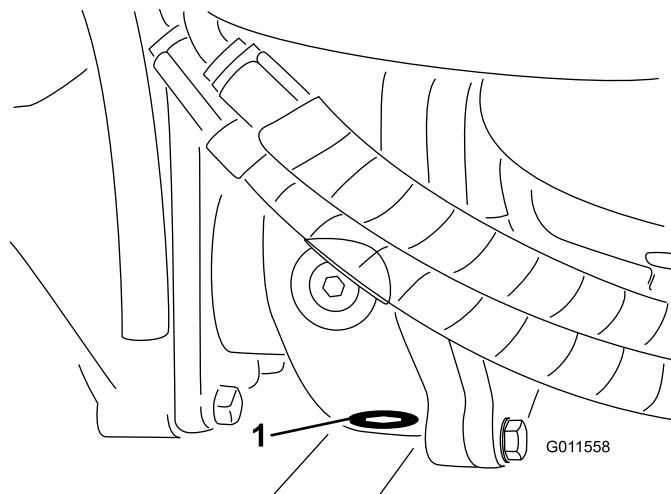

Рисунок 64
5. Очистите область вокруг сливной пробки на нижней стороне редуктора (**Рисунок 64**).